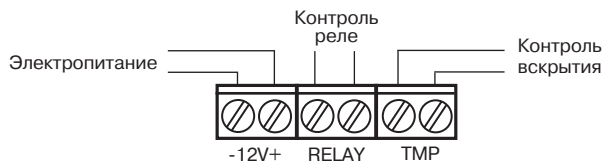

Рисунок 3
7.8 Подключите провода согласно рис.3.